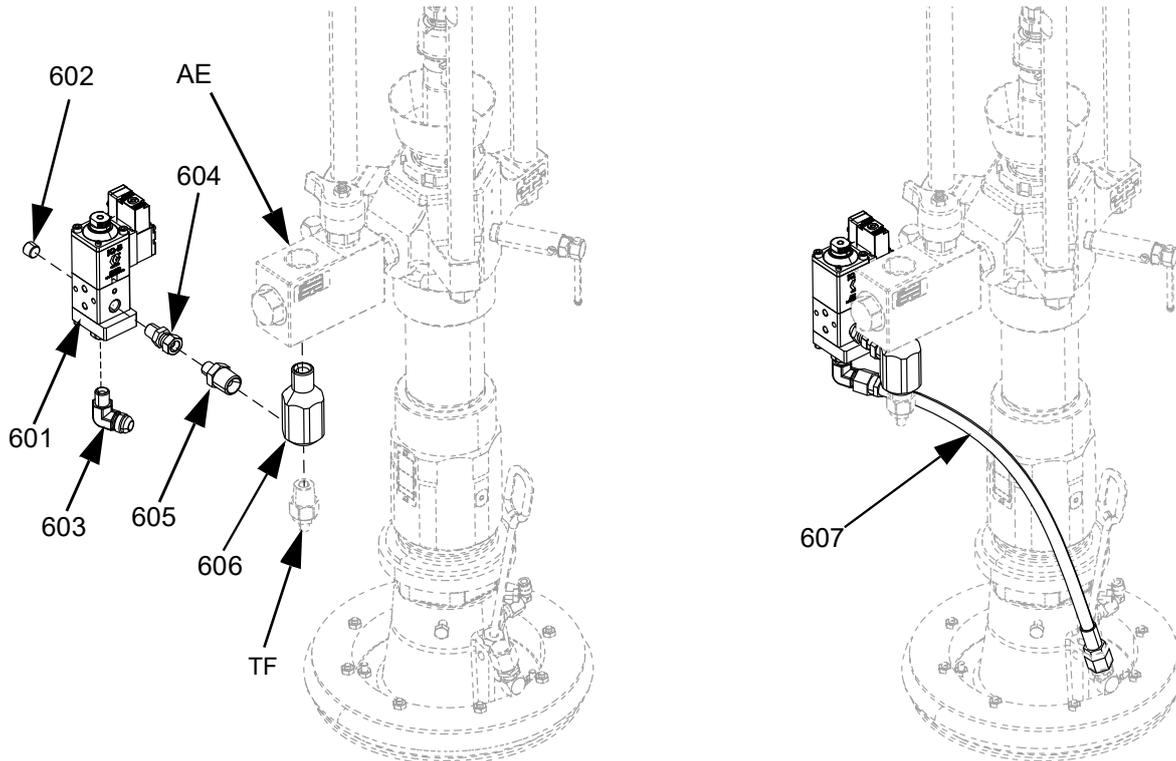
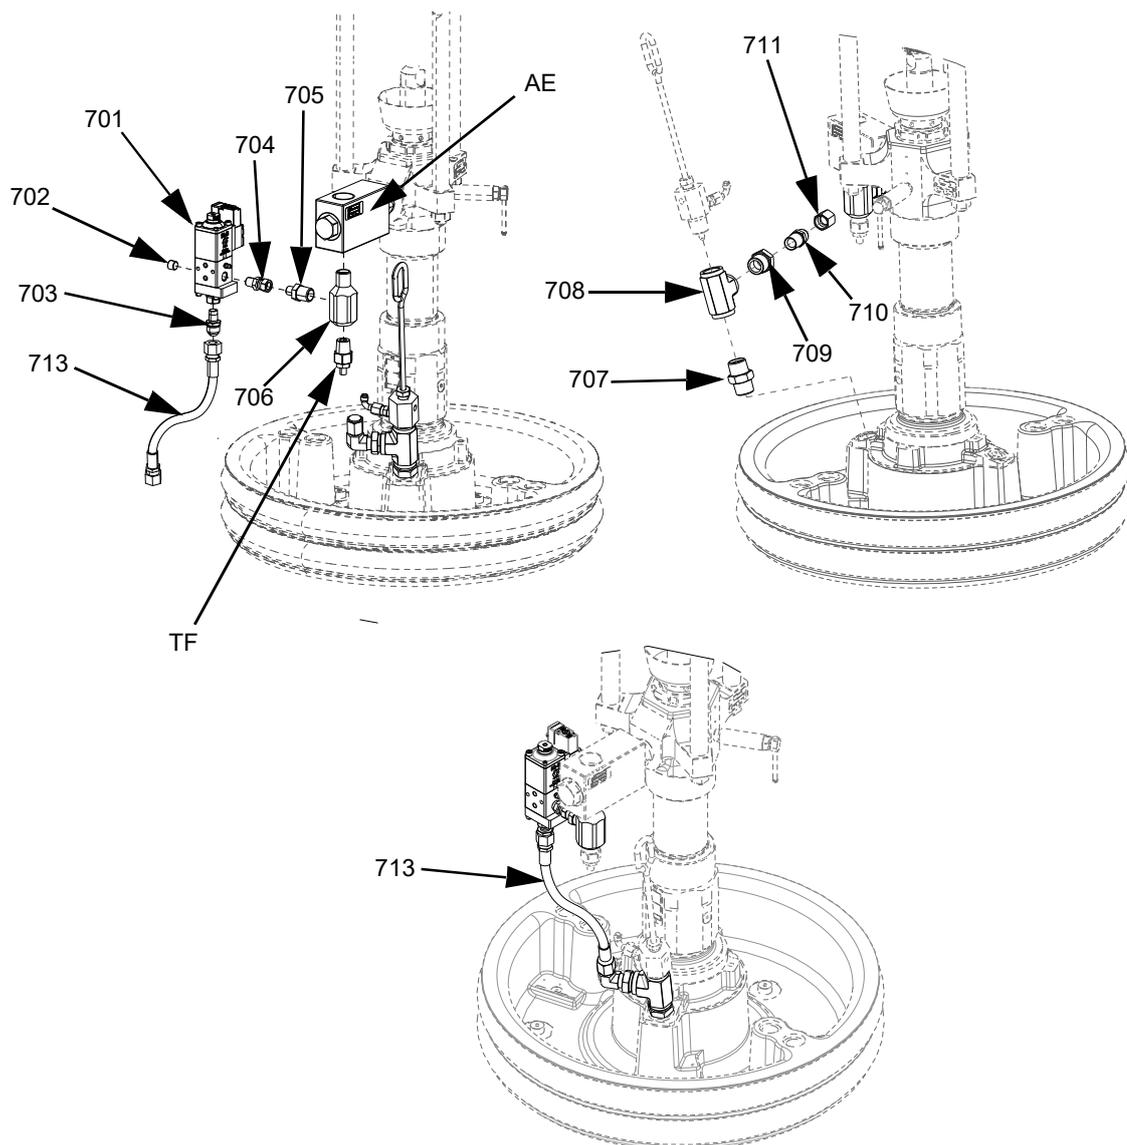

FIG. 69: Kit de válvulas da base, 25R452
FIG. 73: Kit de válvulas da base, 25R453
- Desligue o transdutor de pressão da porta 5 no motor elétrico (AB).
- Retire o encaixe do transdutor de pressão (TF) e o encaixe ao qual está ligado, da válvula de verificação do líquido (AE).
- Utilizando fita de rosca, monte o encaixe em T de 1/2 NPT (606) na válvula de verificação do líquido (AE) e depois reinstale o encaixe do transdutor de pressão (TF) no fundo do encaixe em T de 1/2 NPT (606).
- Com fita de rosca, monte o adaptador 1/4 NPT x 1/2 NPT (605) no encaixe em T de 1/2 NPT (606). Consulte a FIG. 69.
- Monte a válvula da base (601) no encaixe de 1/4 NPT (606) utilizando o encaixe rotativo (604) e depois aperte.
- Monte a mangueira de recirculação (607) na válvula da base (601) e aperte.
- Volte a ligar o transdutor de pressão à porta 5 no motor elétrico (AB).
2. Desligue o transdutor de pressão da porta 5 no motor elétrico (AB).
3. Retire o encaixe do transdutor de pressão (TF) e o encaixe ao qual está ligado, da válvula de verificação do líquido (AE).
4. Utilizando fita de rosca, monte o encaixe em T de 1/2 NPT (706) na válvula de verificação do líquido (AE) e depois reinstale o encaixe do transdutor de pressão (TF) no fundo do encaixe em T de 1/2 NPT (706).
5. Com fita de rosca, monte o adaptador 1/4 NPT x 1/2 NPT (705) no encaixe em T de 1/2 NPT (706). Consulte a FIG. 69.
6. Monte a válvula da base (701) no encaixe de 1/4 NPT (706) utilizando o encaixe rotativo (704) e depois aperte.
7. Monte a mangueira de recirculação (713) na válvula da base (701) e aperte.
8. Volte a ligar o transdutor de pressão à porta 5 no motor elétrico (AB).
9. Retire o Stick de drenagem (EF) e a porta de drenagem (EG) e monte os encaixes (707, 708, 709, 710, 711) conforme indicado na FIG. 73.